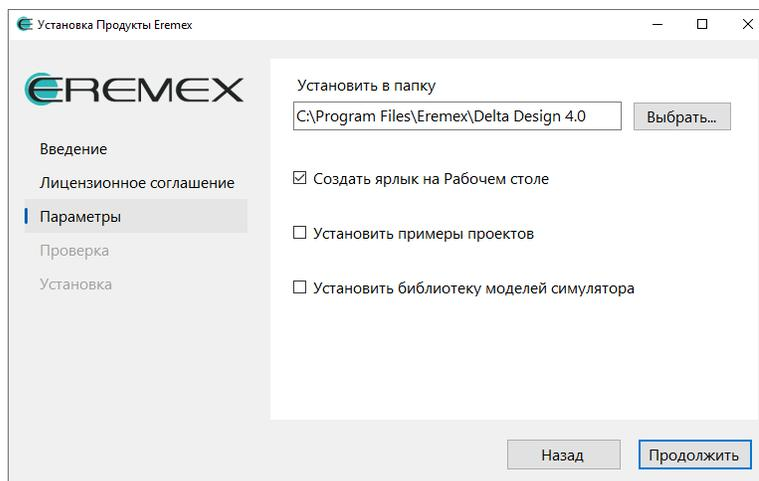

Рис. 3 Выбор параметров установки
4. Выберите параметры установки и нажмите «Продолжить», см. Рис. 3.